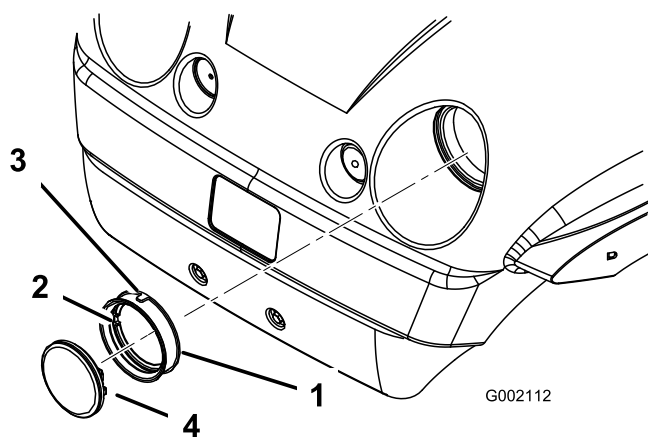

Figure 39
4. Déposez le joint en caoutchouc qui entoure le phare (Figure 39). Mettez le phare au rebut.
5. Placez l'encoche située à l'intérieur du joint en face de l'encoche du phare neuf (Figure 39). Placez le joint sur le phare jusqu'à ce qu'il tienne bien en place.